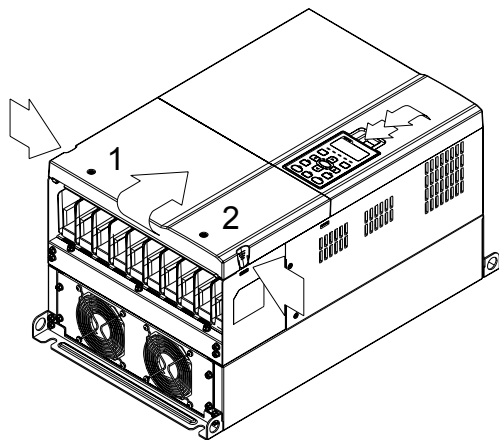

图 1
1. (如图 1)松开螺丝 1、2 后,再按压两侧(如图中 1 箭头指示),移除上盖。按压数字操作器上方,拆下数字操作器。螺丝 1、2『扭力值: 10~12kgf-cm (8.6~10.4in-lbf)』